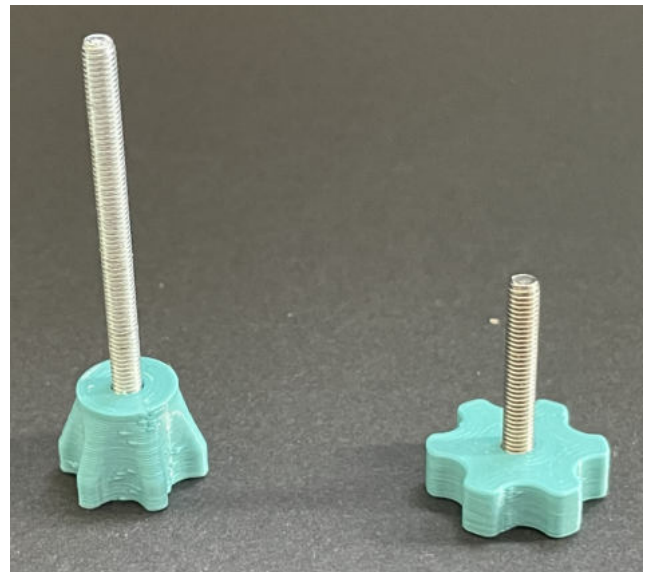

Abb. 16: Die beiden Schrauben werden mit den passenden Schraubenköpfen versehen.
- (10) Stecke die Schraubenköpfe auf die beiden Schrauben (Abbildung 16).